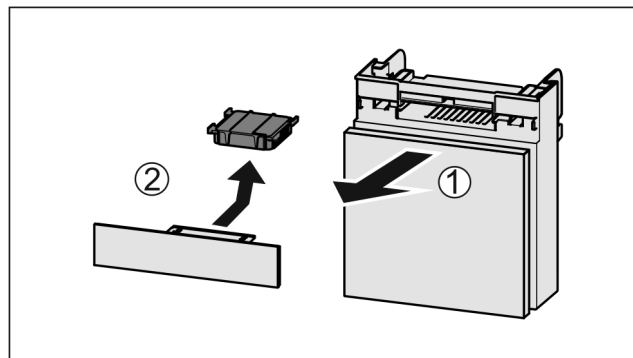

Fig. 77
- ▶ Вытянуть Fig. 77 (1) отделение движением вперед.
- ▶ Извлечение Fig. 77 (2) фильтра с активированным углем.